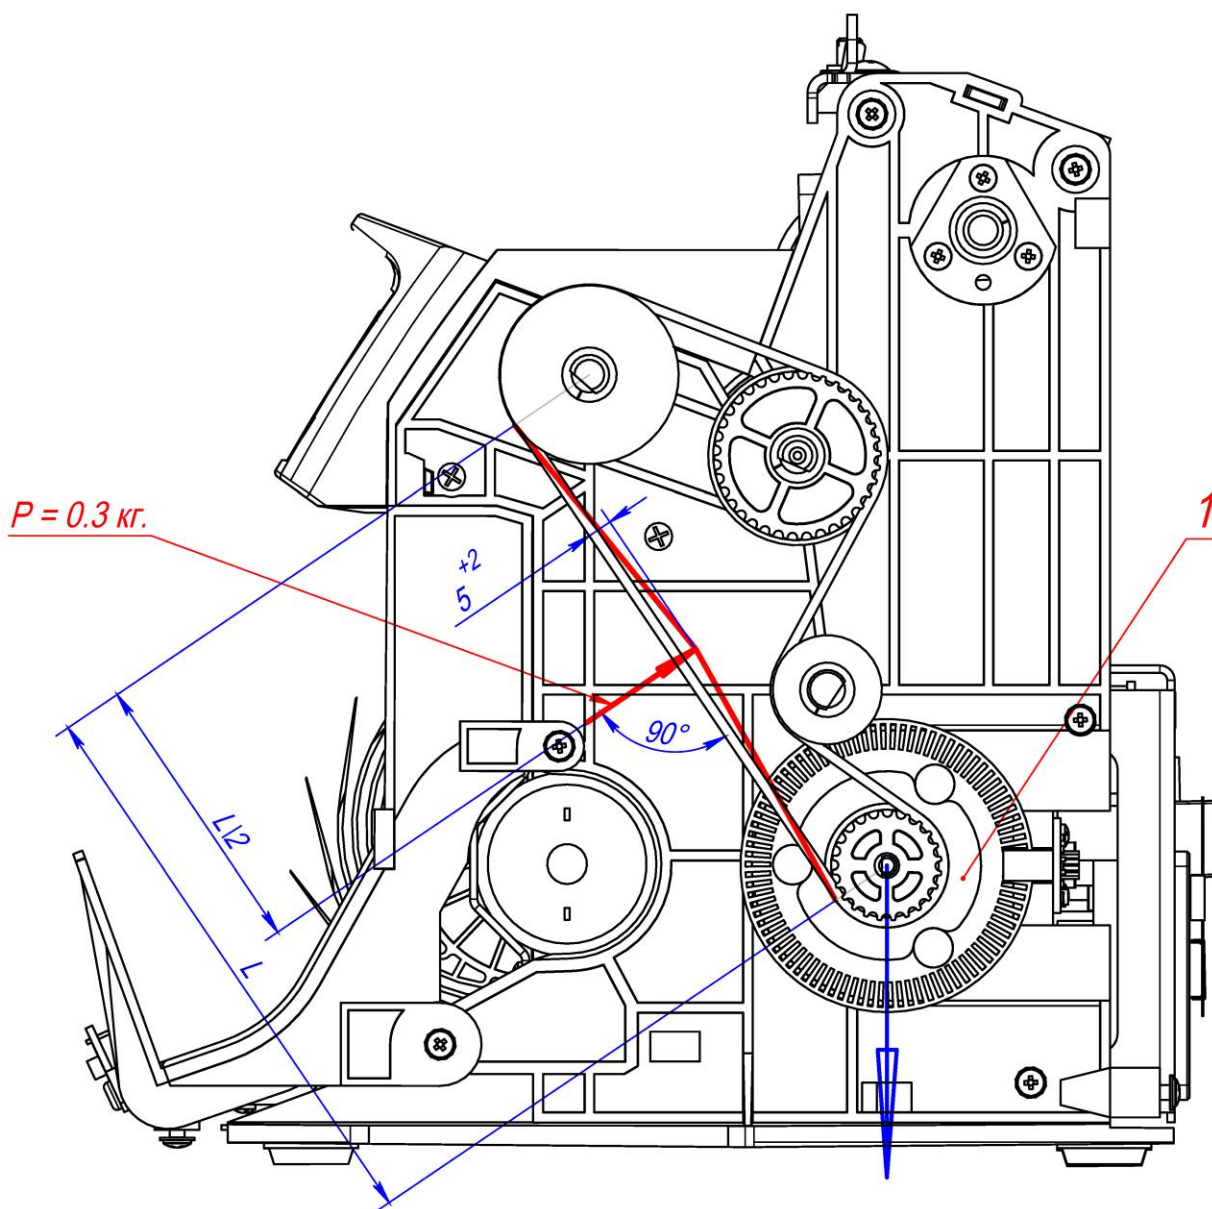

Рис. 146
9.2.2 Перемещением диска счетного вверх/вниз отрегулировать натяжение ремня. Внимание - диск счетный допускается брать только за зубчатую поверхность малого диаметра, не допускается механическое воздействие на тонкий диск большого диаметра. Натяжение ремня считается нормальным, если при приложении усилия  $P \approx 0,3$  кг перпендикулярно к условной средней точке (точка на ремне, расположенная приблизительно на середине отрезка между диском счетным и шкивом узла роликов сбрасывающих), прогиб ремня будет от 5 до 7 мм. В случае невозможности приложения тарированного усилия, допускается создавать усилие пальцем, при этом надавливать следует до появления ощутимого сопротивления ремня прогибу (см. Рис. 146).